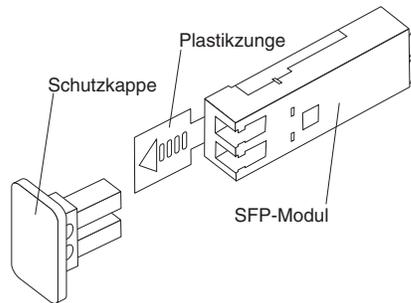

Abbildung 17. SFP-Modul (SFP - Small Form-Factor Pluggable)
3. Entfernen Sie die Schutzkappe vom SFP-Modul, wie in Abb. 17 auf Seite 25 dargestellt. Bewahren Sie die Schutzkappe zur späteren Verwendung auf.